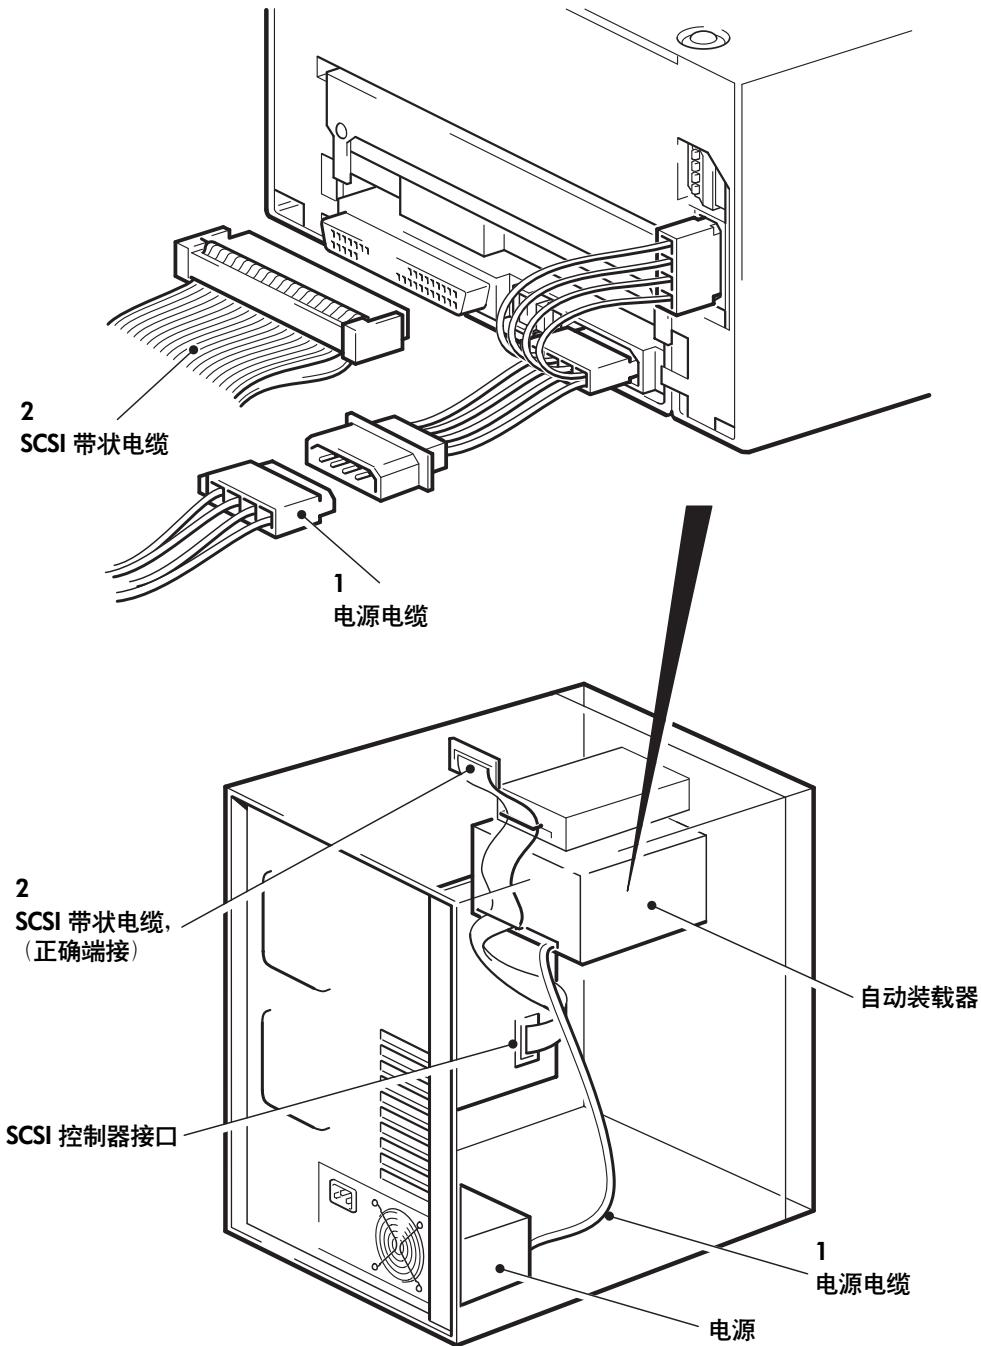

图 9：连接电源和 SCSI 电缆
- 1 如图 9 第 1 项所示，用一条备用电缆将服务器的内置电源和 Y 型电缆的插入端相连。
- 2 如图 9 第 2 项所示，将服务器上的备用接口或 HBA 的 SCSI 带状电缆连接到磁带机上的 SCSI 接口。
因此，假定 HBA 是该总线上的第一个设备，应检查第二个端子是否放置在最后一个设备后面，如图 9 中的第 2 项所示。